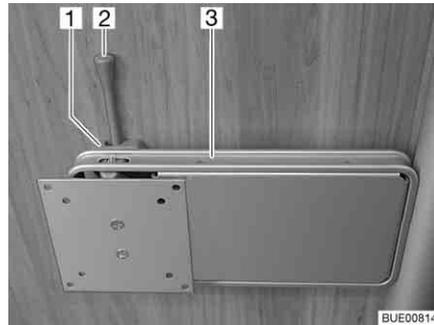

Bild 54 Halterung an Säule
- Den Entriegelungshebel (Bild 54,2) zur Seite drücken und die Halterung (Bild 54,3) mit dem Flachbildschirm in die gewünschte Position drehen.
- Flachbildschirm zurückdrehen, bis die Halterung (Bild 54,3) in die Verriegelung (Bild 54,1) einrastet.